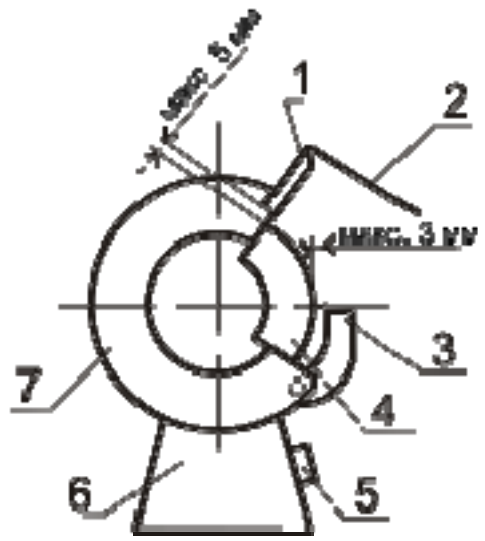

Рисунок 5.
6.1 Наладка станка (см. рис.5).